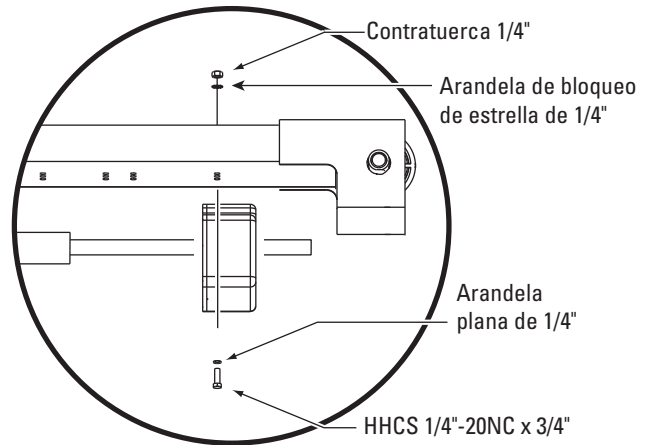
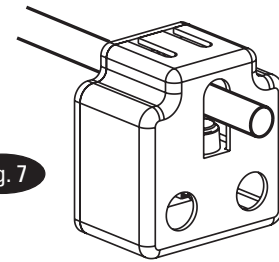

Fig. 6a
Fig. 7
Deslice la caja de interruptores sobre la barra de interruptores, asegurándose de que los orificios perforados queden orientados hacia la columna de la unidad de potencia, Fig. 7 y Fig. 8. Utilice (2) HHCS 1/4"-20NC x 3/4" de largo. HHCS, tuercas 1/4"-20NC y arandelas de estrella de 1/4" para montar la caja de interruptores en el techo, ver Fig. 6a. Para SPOA10 instalación de la configuración de bahía extra angosta, vea el paso 7b, para las demás opciones vea el paso 7c.